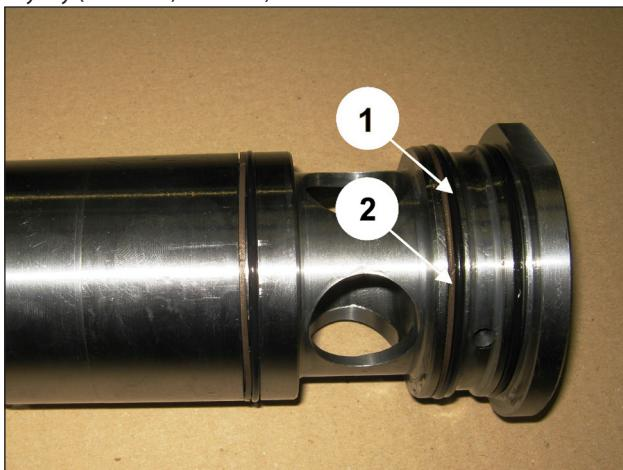

Рис. 127
Вставьте уплотнительные кольца O-Ring (поз. ①, Рис. 127) с соответствующими антиэксрузионными кольцами во втулку (поз. ②, Рис. 127).